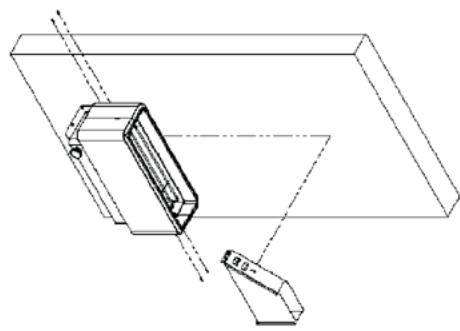

Рисунок 3.7: Установка и крепление колпака дымохода
3.2.6. Закрепите колпак каналаа под потолком двумя болтами размером 5 мм (Рисунок 3.7). NB! Просторите, чтобы колпак каналаа располагался над отверстием цоколя каналаа!